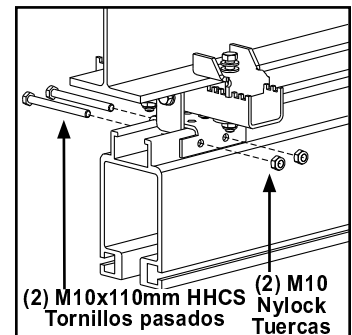

Figura 3-29
- Paso 3. Instale Dos (2) M10 x 110 mm HHCS con tuerca M10 nylock. **Apriete tornillos hasta que asienten + ¼ de vuelta**. No apretar de más, puede doblar el soporte. Vea Figura 3-29.